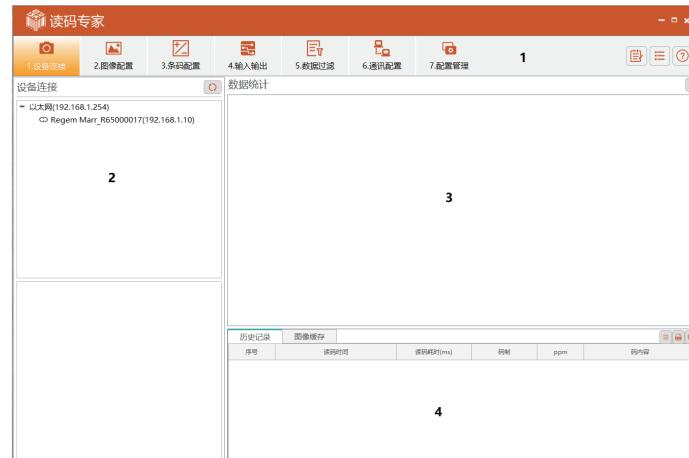

图 2-5 设定软件主界面
1、设定软件主界面介绍如图 2-5 所示,各功能模块介绍详情见表 2-1。